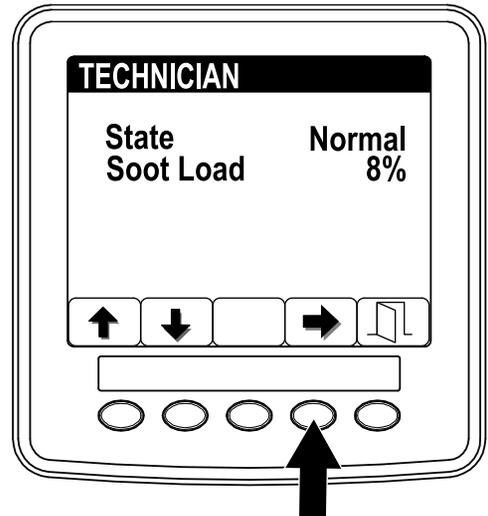

Figura 8
- Utilice la tabla de funcionamiento de DPF para comprender el estado actual del funcionamiento del DPF (Figura 8).